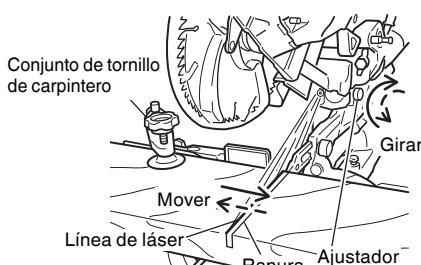

Fig. 20
(1) Encienda el marcador láser y efectúe una ranura de aproximadamente 3/16" (5mm) de profundidad en una pieza de trabajo de unos 25/32" (20mm) de alto y 5-29/32" (150mm) de ancho. Sostenga la pieza de trabajo ranurada mediante el tornillo de carpintero tal como está, y no la mueva. Para el trabajo de ranurado, refiérase a "11. Procedimientos de corte de ranuras" en la página 74.
(2) Luego, gire el ajustador y desplace la línea de láser. (Si gira el ajustador en el sentido de las agujas del reloj, la línea de láser se desplazará hacia la derecha y si lo gira en sentido contrario a las agujas del reloj, se desplazará hacia la izquierda.) Cuando trabaja con la línea de tinta alineada con el lado izquierdo de la hoja de sierra, alinee la línea de láser con el extremo izquierdo de la ranura. (Fig. 20) Cuando la alinee con el lado derecho de la hoja de sierra, alinee la línea de láser con el lado derecho de la ranura.